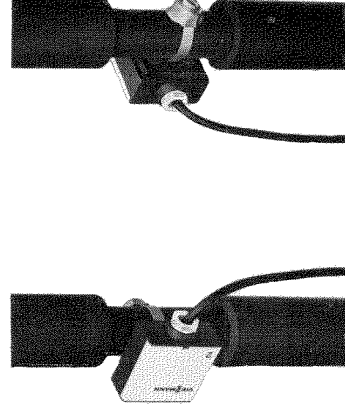

Abb. 2 Anbau des Vorlauftemperatursensors
2. Den Vorlauftemperatursensor mit dem Spannband am Vorlaufrohr befestigen (Abb. 2). Das Verwenden von Wärmeleitpaste ist nicht erforderlich.